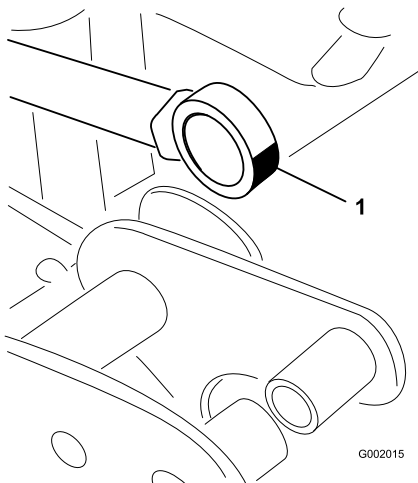

Figure 66
5. Manipulez le côté roulement de la tige de vérin et appliquez de la graisse dans le roulement (Figure 66).